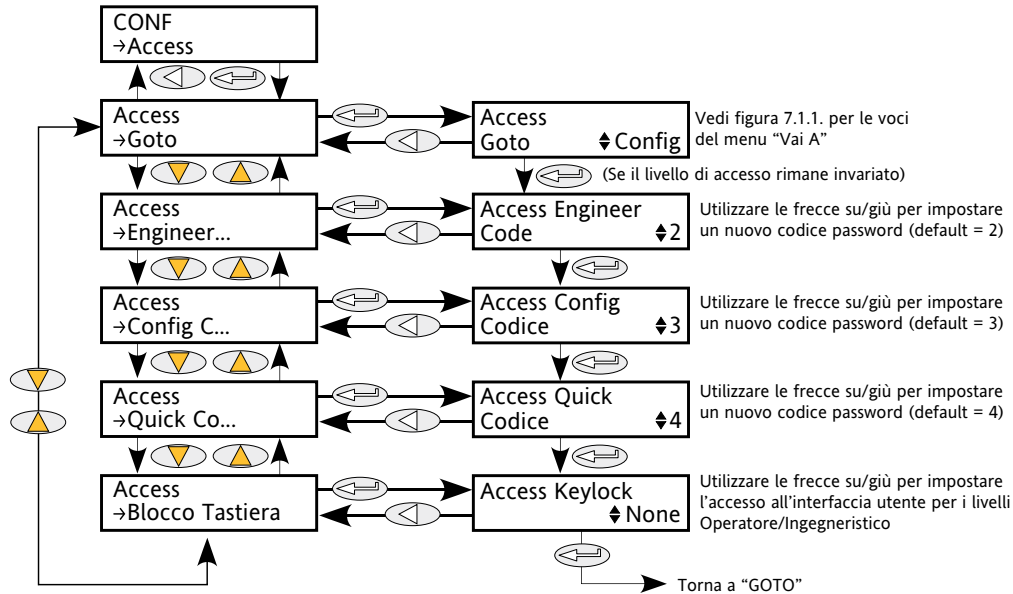

Figura 6.3.2b Configurazione Accesso
2. All'utente di modificare le password esistenti per i menu Ingegneristico, Configurazione e Avvio Rapido (Figura 6.3.2b).